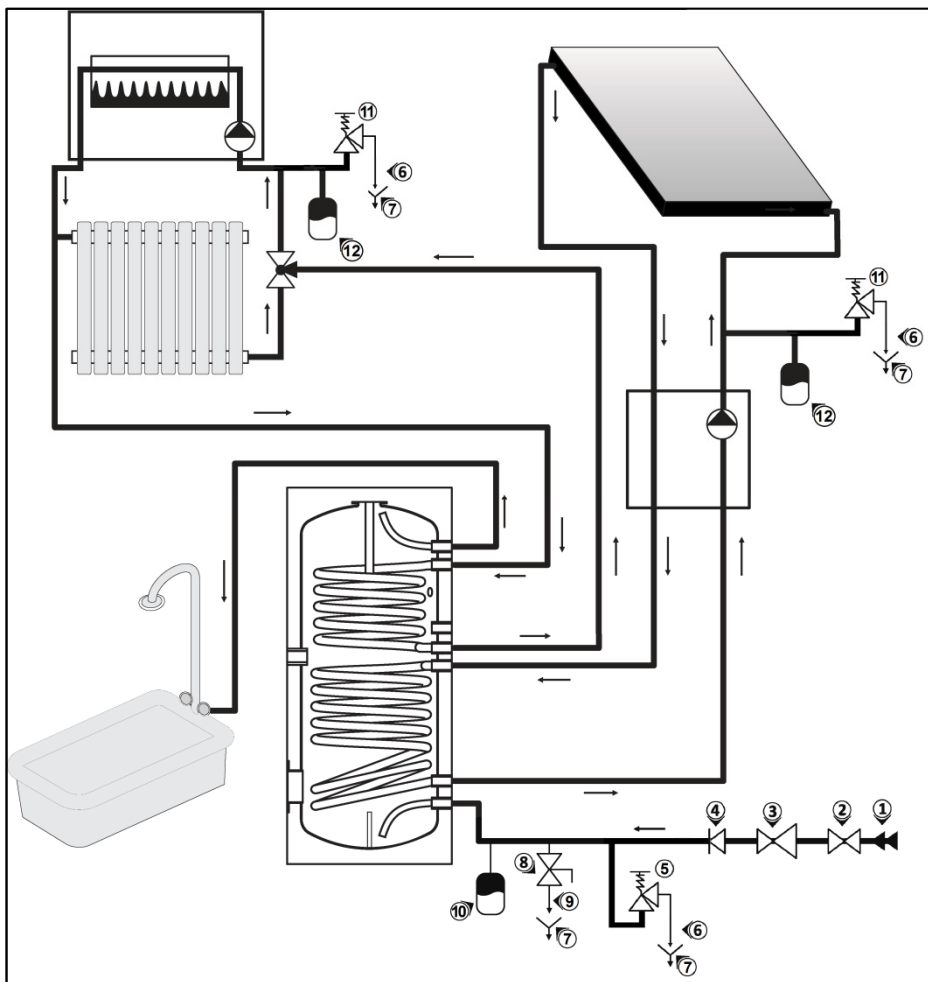
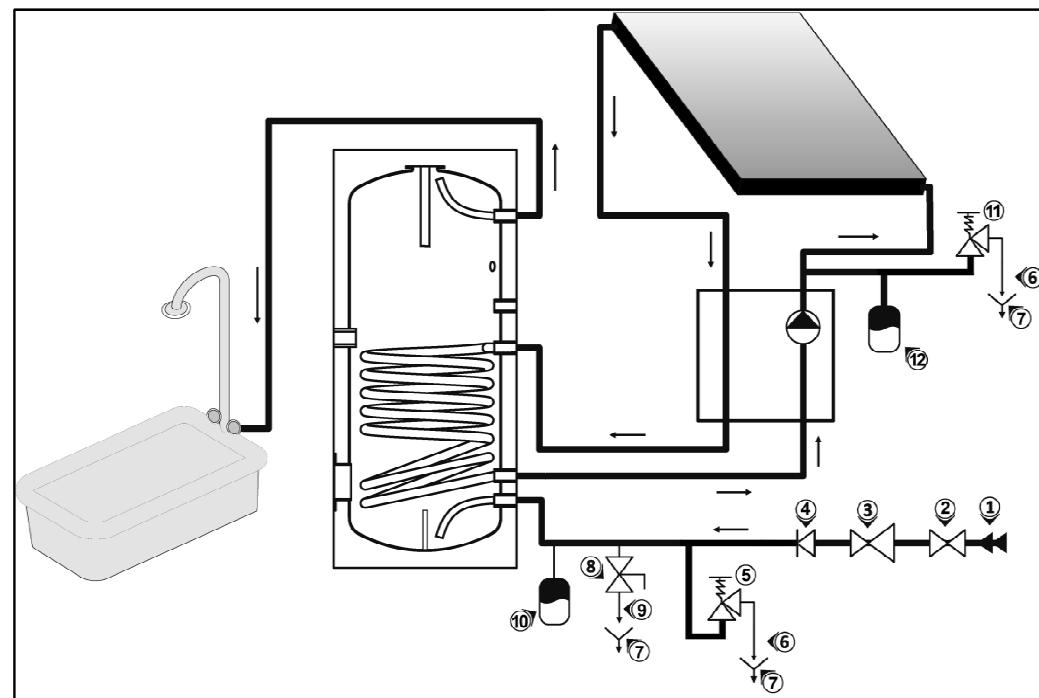

Fig.7
Fig.6
- ✓ IMPORTANT! BEFORE CONNECTING THE STORAGE TANK TO MAINS ACCORDING TO FIG. 6 AND 7, CONSULT WITH A QUALIFIED HVAC DESIGNER! A PRESENCE OF A SAFETY VALVE Nr5, DELIVERED BY THE PRODUCER, IS OBLIGATORY! IT IS ADVISABLE TO CONNECT THE REST OF ELEMENTS ACCORDING TO SCHEME 6 AND 7, AFTER CONSULTING WITH QUALIFIED TECHNICAL PERSON!
- ✓ IMPORTANT! CONNECTING THE STORAGE TANK TO MAINS USING DIFFERENT SCHEME COMPARE TO FIG. 6 AND 7, SHOULD BE FULFILLED IN COMPLIANCE WITH A PROJECT CRAFTED BY A HVAC DESIGNER! A PRESENCE OF WRITTEN DOCUMENT FOR ADDITIONAL COMPONENTS IS REQUIRED FOR WARRANTY RECOGNITION!
Installation of the storage tank with one heat exchanger should be done in accordance with fig.6. Installation of the storage tank with two heat exchangers should be done in accordance with fig.7. Models without heat exchangers – the same as for the models with one or two heat exchangers
- ✓ CONECTAREA UNUI CAZAN SUB DIFERITE ALIMENTATE DE LA REȚEAUA DIN FIG. 6 ȘI 7 SUNT EFECTUATE DE CĂTRE PROIECTANT CALIFICAT ȘI AUTORIZAT EFECTUATE DE CĂTRE EXPERȚI CALIFICAȚI INSTALATORI TEHNICE! EXISTENȚA UNUI ASTFEL DE PROIECT ESTE CONDIȚIA OBLIGATORIE PENTRU RECUNOAȘTEREA GARANȚIEI PRODUCĂTORULUI! ÎN ACEST CAZ, TOATE COMPONENTELE SISTEMELOR DE 6 ȘI 7 SUNT OBLIGATORII!
Legarea de rezervor la robinet în Fig. 6 pentru modelele cu o bobină sau Fig.7 pentru modele cu doua bobine. Pentru modelele fără schimbător de căldură este conectat la conducta de ca încălzitoare de apă cu schimbătoare de căldură una sau două.
5 - Supapa de siguranță. La conectarea în Fig. 6 și 7 sunt utilizate numai de către supapele de siguranță prevăzute de către constructor kit. Atunci când este instalat pe alte sisteme - designeri certificate evaluează și determină tipul de supape de siguranță obligatorii (PNR = 0,8 MPa; EN 1489:2000).
A safety valve ((11) - fig. 6, 7) inline coil heat exchanger have to be fit according to HVAC designer requirements but its adjustment must not be higher than P_{nr} = 0.6 MPa. (EN 1489:2000)
Este temperatura lichidului de răcire nu trebuie să depășească 110 °C și 0,6 MPa presiune! Valve ((11) - Fig 6, 7) în intervalul de schimbător de căldură (bobina) trebuie să fie instalate în conformitate cu cerințele proiectantului și setarea nu este mai mare decât P_{nr} = 0,6 MPa (EN 1489:2000)! Rezervorul de expansiune ((12) - Fig 6, 7) este obligatorie, în conformitate cu designul de plante!
ATTENTION! CONNECTING BUFFERS DHW TO THE MAIN WATER SUPPLY IS SHOWN ON FIG.6
ATENTIUNE! RACORDAREA BUFFER-ELOR LA RETEA DE ALIMENTARE CU APA SE FACE IN CONCORDANTA CU FIG.6 SI PUNCTUL 3.